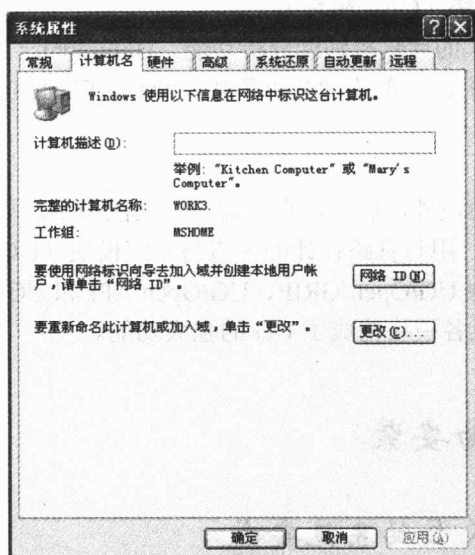

图 1-1 查看计算机名
1) 鼠标在桌面上右键单击“我的电脑”→“属性”→“计算机名”, 找到“完整的计算机名称”, 把名称抄下备用(注意大小写), 如图 1-1 所示。